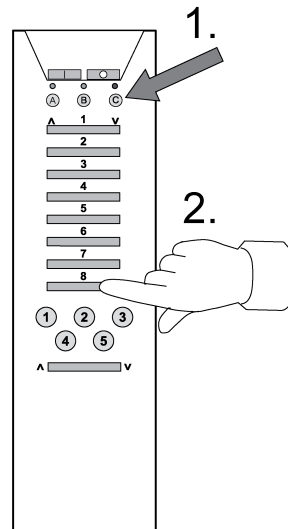

Figure 3
- Avec émetteur radio manuel : sélectionner le groupe de canaux **C**, puis appuyer sur la touche de canal **8** ( $\wedge$  ou  $\vee$ ) pendant plus de 1 seconde (figure 3).